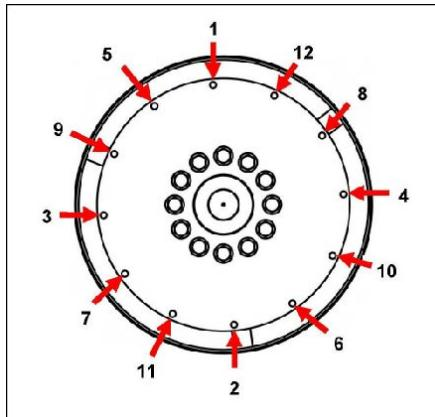

図 11. 固定手順
10. アライメント ダウエルを取り外します。肉厚ワッシャーをヘッドの下で使用して、カップリング ボルトを取り付けます。表示の順番で、ボルトを締め付けて、カップリング ディスクをフライホイールに固定します 図 11 ページ 27。